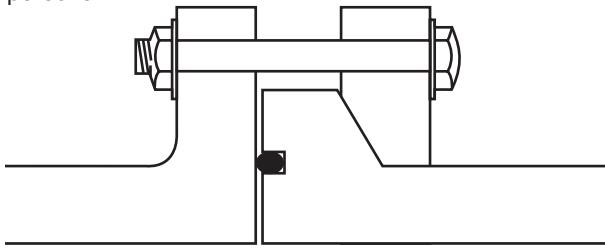

Figura 4-12: flansa mobila cu garnitura "O"-ring
- 1 o garnitura "O"-ring (e nevoie de canal pe fata flanselor, vezi **Figura 4-12**) si